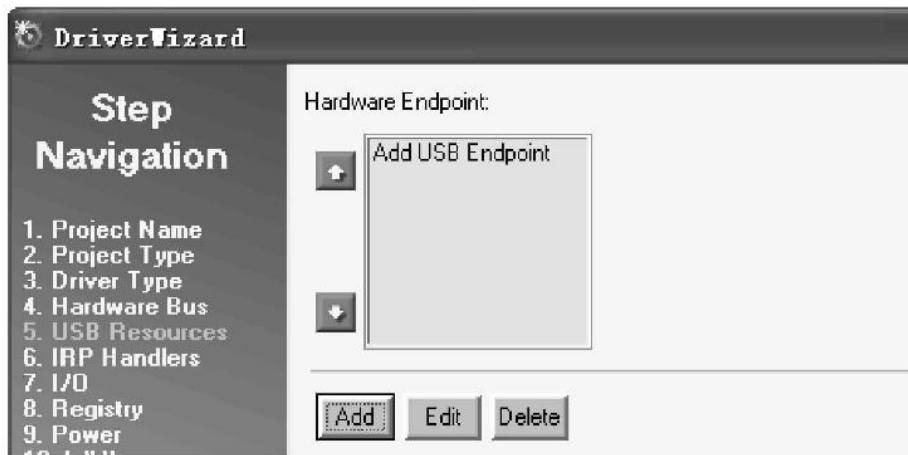

图 9.4.6 设置 USB 资源对话框
(5) 设置 USB 资源。如图 9.4.6 所示,单击 Add 按钮增加需要的端点。在这里需要增加 4 个端点,管道名(pipe name)分别为 Ep1In、Ep1Out、Ep2In 和 Ep2Out。其中 Ep1In 和 Ep1Out 选择为中断传输(interrupt),端点地址都为 1,传输方向分别为输入和输出,最大包长为 8 字节,最大传输大小为 4 096 字节。Ep2In 和 Ep2Out 选择为批量传输(bulk),端点地址都为 2,传输方向分别为输入和输出,最大包长为 64 字节,最大传输大小为 40 960 字节。这里仅给出 Ep1In 和 Ep2Out 的设置图,如图 9.4.7 和图 9.4.8 所示。另外两个读者自己填写。4 个端点都设置好后,单击 Next 按钮。